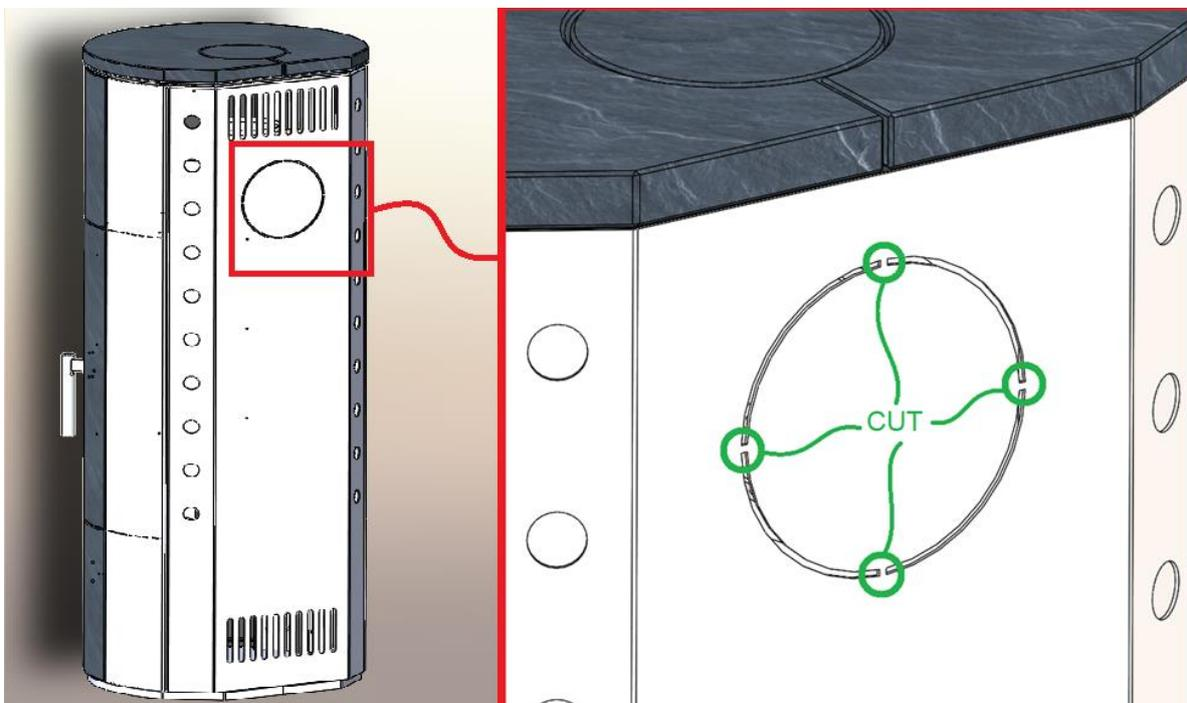

Abbildung 1 Schneiden von Mikrofugen an der Rückseite des Kamins
2. Abbildung 1 Schneiden von Mikroschweißverbindungen auf der Rückseite des Kamins	Seite 5
Bei der Installation des Gerätes sind alle lokalen Vorschriften einzuhalten, einschließlich derjenigen, die nationale und europäische Normen betreffen. Wir empfehlen eine Beratung mit dem zuständigen Schornsteinfeger. Die Kaminöfen werden auf Transportpaletten angeliefert, vorbereitet für den Anschluss an den Schornstein nach oben. Soll der Anschluss an den Schornstein von hinten erfolgen, muss der Abgasstutzen auf den hinteren Anschluss umgestellt und der Abgasdeckel auf die obere Position gesetzt werden (Abbildung 1, 2 und 3).